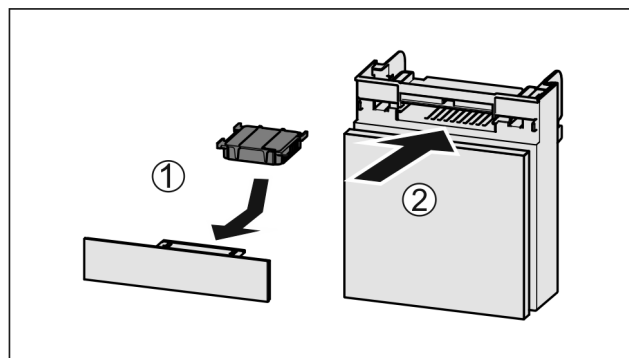

Fig. 70
- ▶ Установите фильтр с активированным углем, как показано на рисунке Fig. 70 (1).
- ▶ Вставьте отделение Fig. 70 (2).